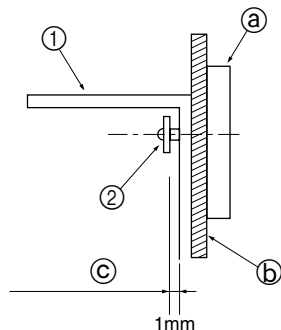

Fig. 3-4
- Pour commencer, fixer l'applique sur le mur et serrer les vis de telle façon à ce que l'applique puisse glisser vers le haut et vers le bas. (Fig. 3-4)
- ① Applique anti-bascule
- ② Vis à tôle